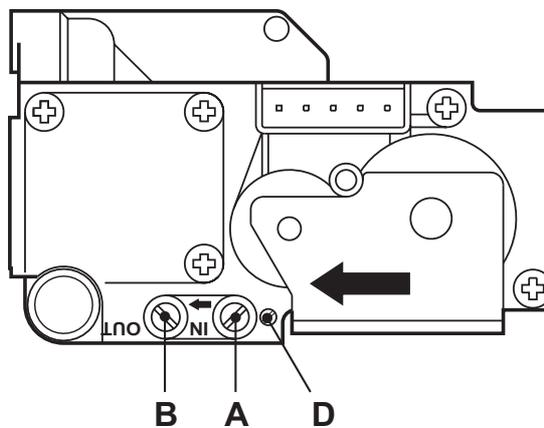

fig. 14 - Válvula de gas
- Conectar un manómetro apropiado a la toma de presión **B** fig. 14 situada aguas abajo de la válvula de gas
- Regular la presión mínima con el tornillo "**D**" fig. 14 (girar a la derecha para disminuirla y a la izquierda para aumentarla).